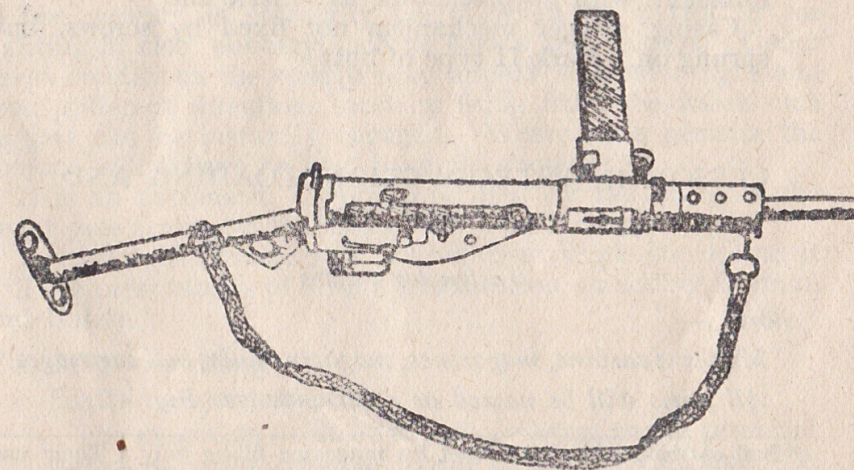

Fig. 2
*Machine carbine ; magazines ; Fig. 2 target.*